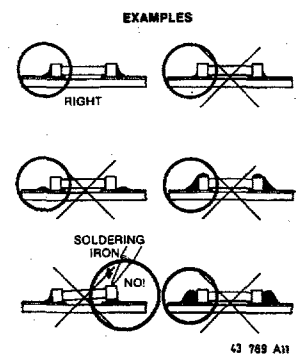

Fig. 8.3
- g. De hoeveelheid soldeer moet in verhouding zijn met de grootte van het soldeervlak. Bij een te grote hoeveelheid kan de SMD scheuren of de soldeervlakken kunnen van de print los getrokken worden (zie Fig. 8.3).